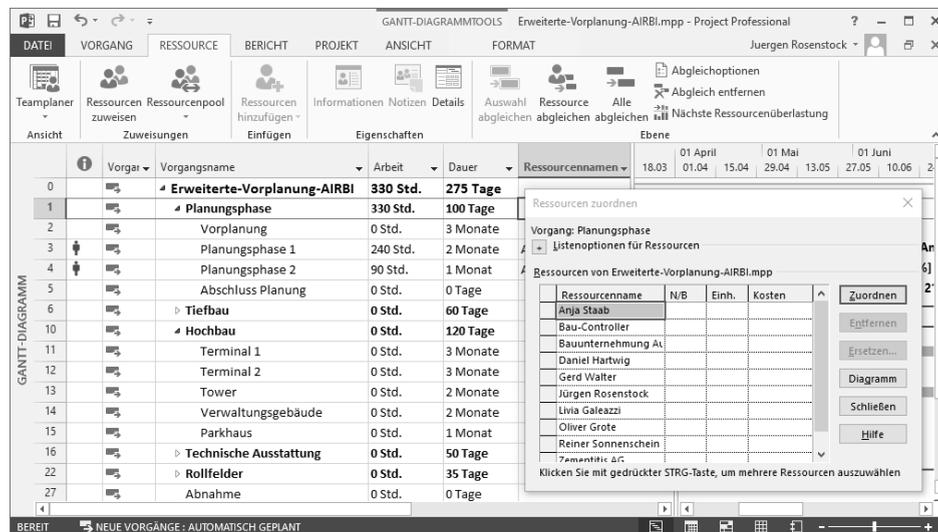

Abbildung 6.17 Aufruf des Dialogs »Ressourcen zuordnen«
1. Rufen Sie den Dialog über die Schaltfläche RESSOURCEN ZUWEISEN aus dem Menübandbereich RESSOURCE auf (siehe Abbildung 6.17).